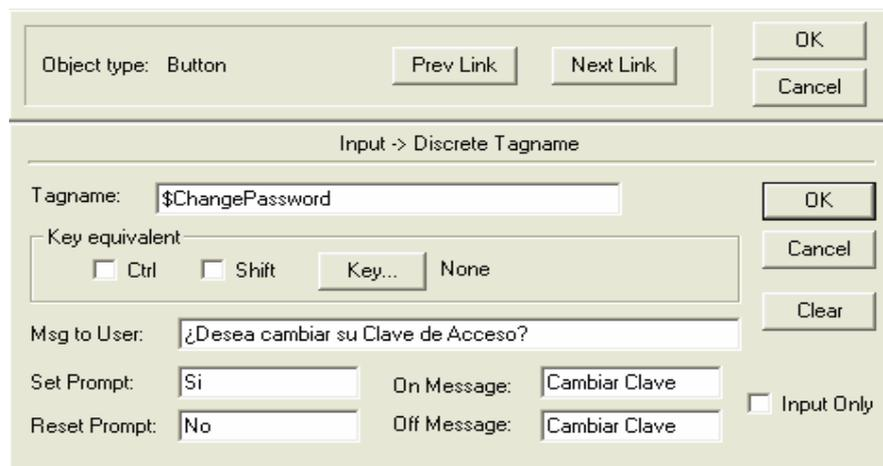

Figura 4.78. Configuración cambio de clave
**A esta programación se asocia al tagname \$ChangePassword como se muestra en la figura 4.78. Al presionar se puede cambiar la clave de acceso.**